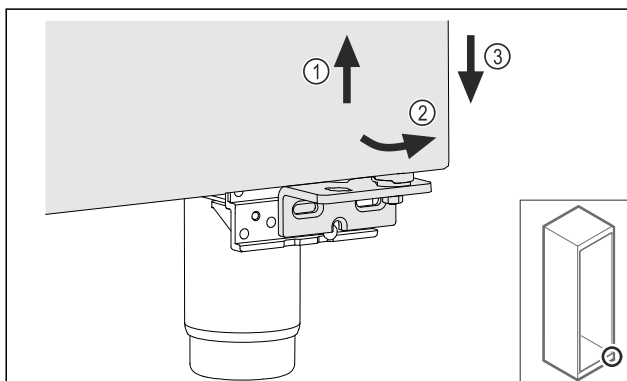

Fig. 21
- Tür leicht anheben Fig. 21 (1), unten nach vorne kippen Fig. 21 (2) und absenken Fig. 21 (3).